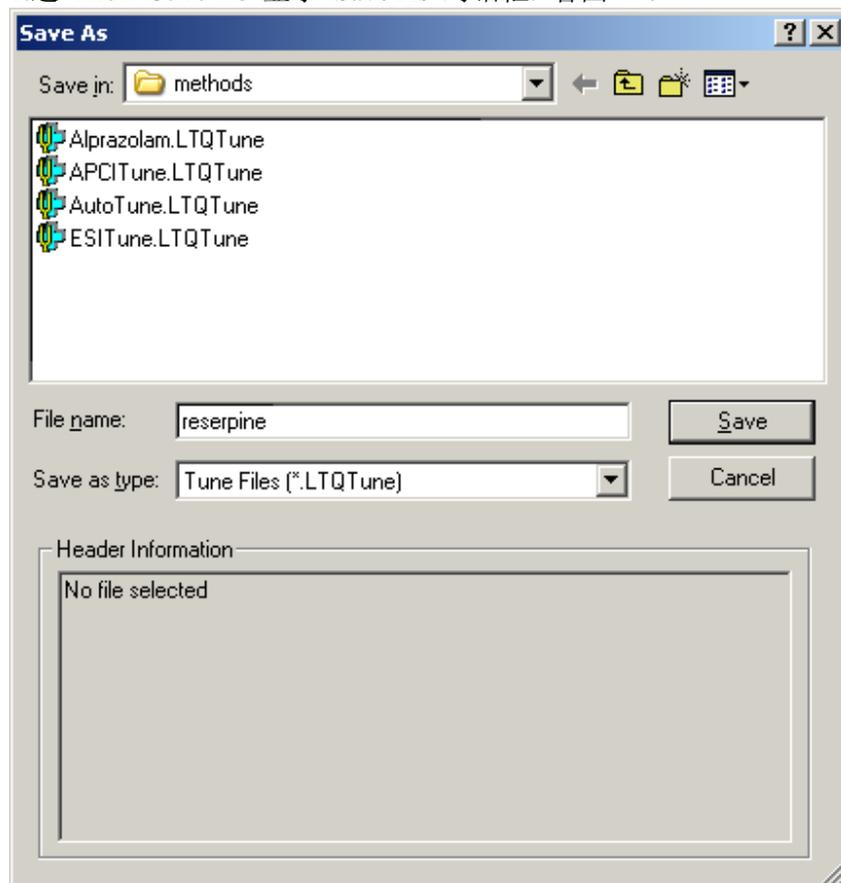

图4-7.Save As 对话框，显示的是在C:\Xcalibur\methods文件夹里的文件
1. 选 **File > Save As** 显示 Save As 对话框。看图 4-7